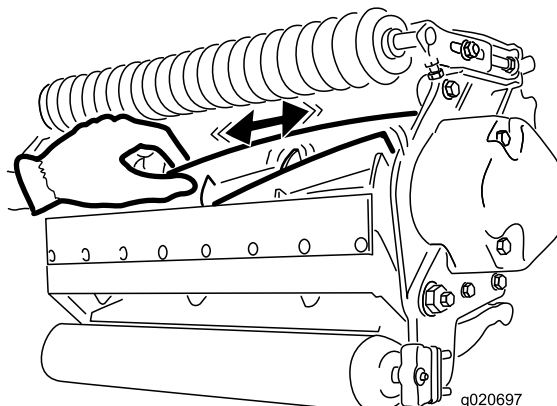

Figura 26
2. Usando un trapo o un guante grueso, sujete la cuchilla del molinete e intente mover el conjunto del molinete de un lado a otro (Figura 26).